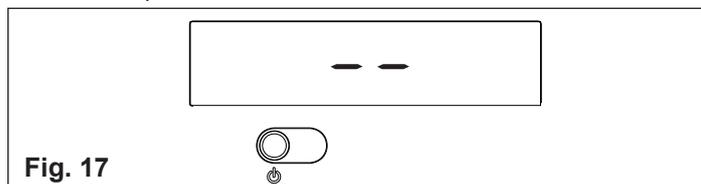
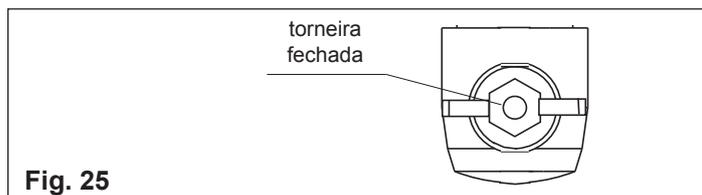

Fig. 17
Fig. 25
- ⚠ A caldeira volta a acender no estado em que se encontrava antes do apagamento: se, na altura do apagamento, a caldeira se encontrava no inverno comfort voltará a acender no inverno comfort; ao contrário se ficava no estado OFF, o display visualizará na zona central dois segmentos (fig. 17). Carregue na tecla para activar o funcionamento.
En caso de breves ausencias pulsar la tecla  para apagar a caldeira. O display visualizará na zona central dois segmentos (fig. 17). Desta forma, deixando activas a alimentação eléctrica e a alimentação do combustível, a caldeira está protegida por dois sistemas:
No caso de ausências prolongadas, carregue na tecla  para apagar a caldeira (fig. 17). O display visualizará na zona central dois segmentos. Posicione o interruptor geral da instalação sobre “fechado”. Feche em seguida a torneira do gás, posta debaixo da caldeira, virando-a no sentido dos ponteiros do relógio (fig. 25).